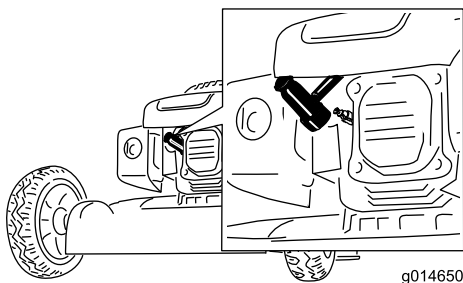

Figure 39
- Débranchez la bougie (Figure 39) avant de procéder à un quelconque entretien.